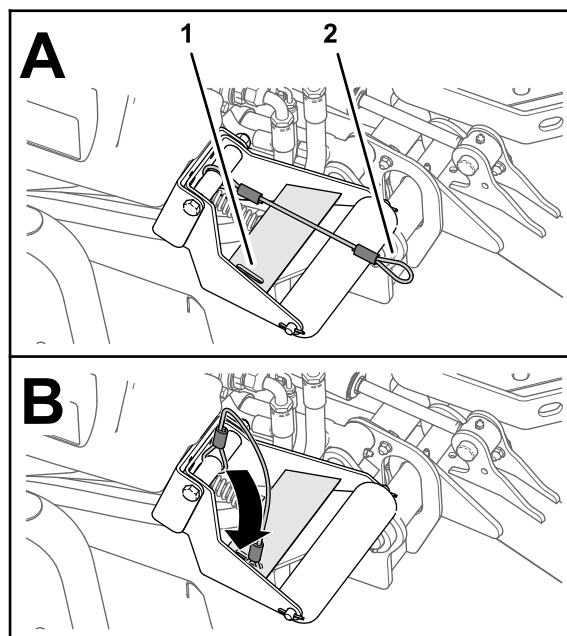

Figura 72
4. Cu unitățile de tăiere coborâte, glisați bucla nului în fanta din placa de ranforsare a suportului rolei (Figura 72).